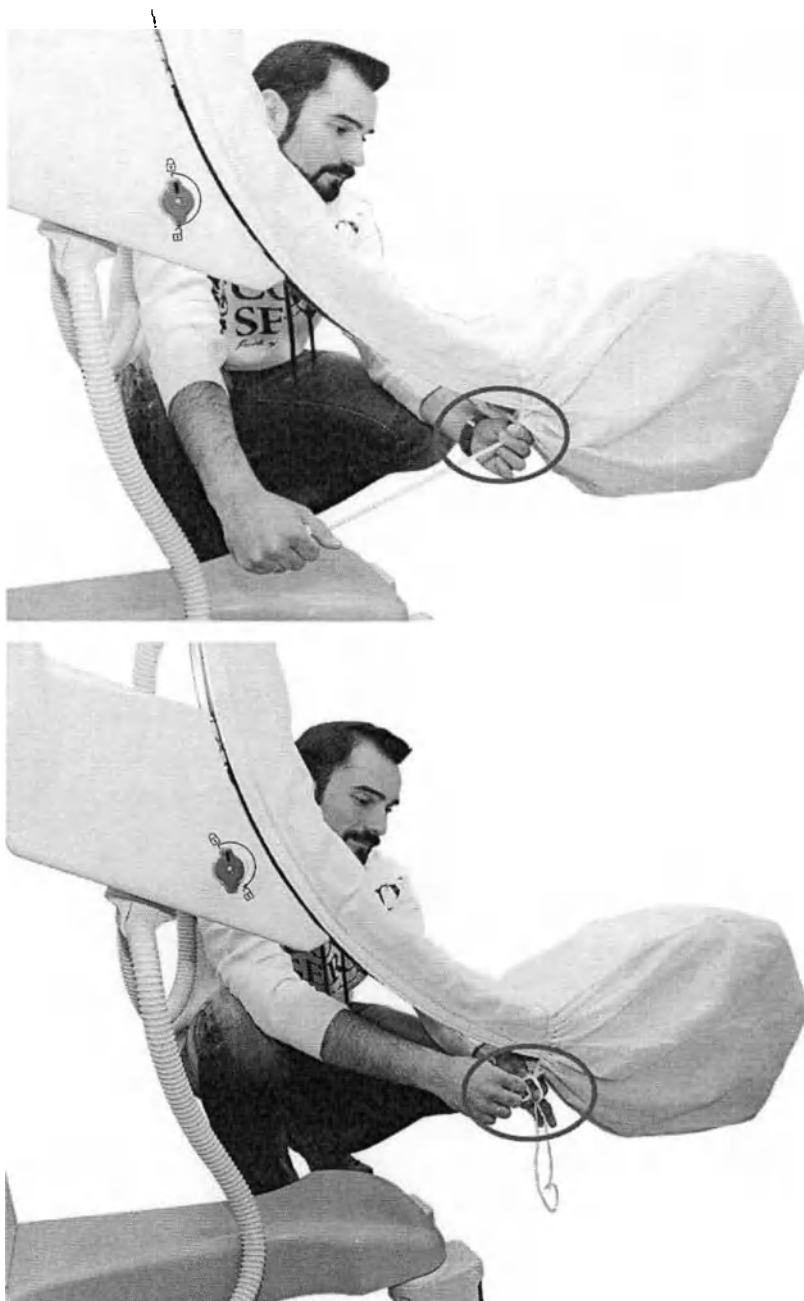

Рисунок 7.10
3. Затяните шнур, как показано на рисунке (см. Рисунок 7.10). Сделайте петлю для крепления, затяните ее.